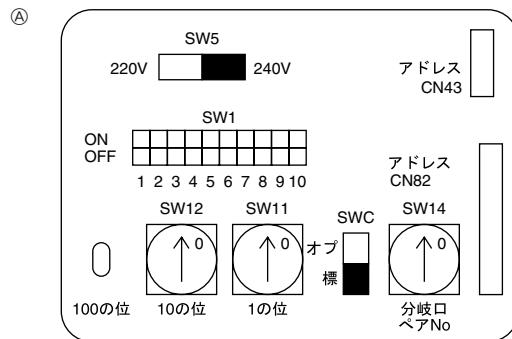

Fig. 4-4
- *1 Περάστε το καλώδιο γείωσης του μηχανισμού μετάδοσης μέσω του τερματικού γείωσης ⑨ και μετά θάλτε το στο έδαφος.
4.3. Ρύθμιση διευθύνσεων (Fig. 4-4)